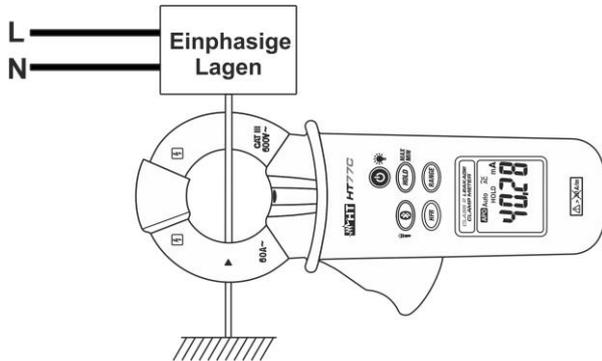
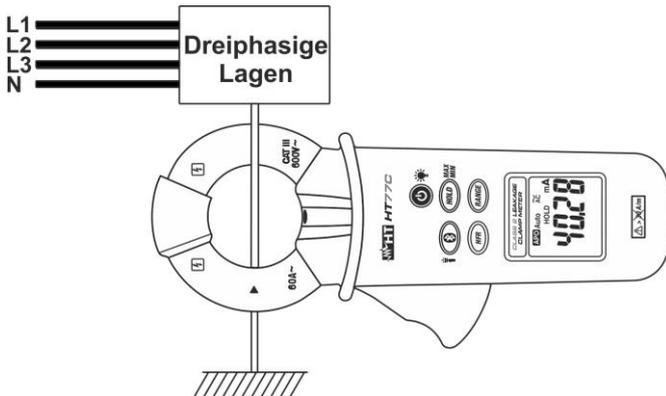

Abb. 4: Messung Leckstrom mit der direkten Methode auf Einphasige Lagen
Abb. 6: Messung Leckstrom mit der direkten Methode auf Dreiphasige Lagen
2. Öffnen Sie die Zangenbacken und schließen Sie die Zange an, wie in Abb. 4 und Abb. 6 gezeigt. Der Wert des Leckstroms wird im Display angezeigt